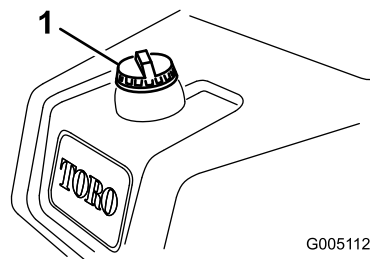

Figura 19
1. Pulite attorno al tappo del serbatoio del carburante e rimuovetelo (Figura 19).